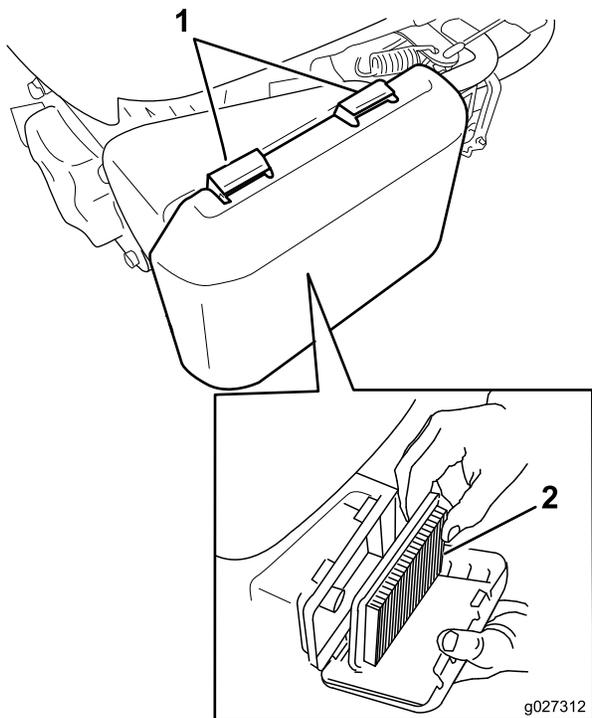

Figure 19
2. Appuyez sur les languettes de verrouillage en haut du couvercle du filtre à air (Figure 19).